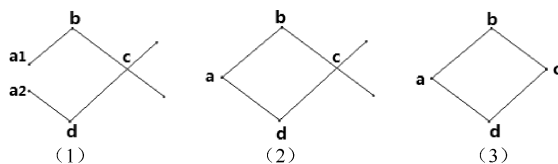

图 2-26 拐角操作
拐角工具为  拐角,用于延长或修剪线段至相交处。如图 2-26 (1) 所示,这是四条直线形成的图形。要使 ba1 和 ba2 相交,选择  拐角工具,用鼠标左键单击这两条直线,则它们会自动延伸至相交点 a,形成图 (2);若要将 c 点外的线段删除,则用鼠标左键单击直线 bc、dc,修剪多余的线段,形成图 (3)。